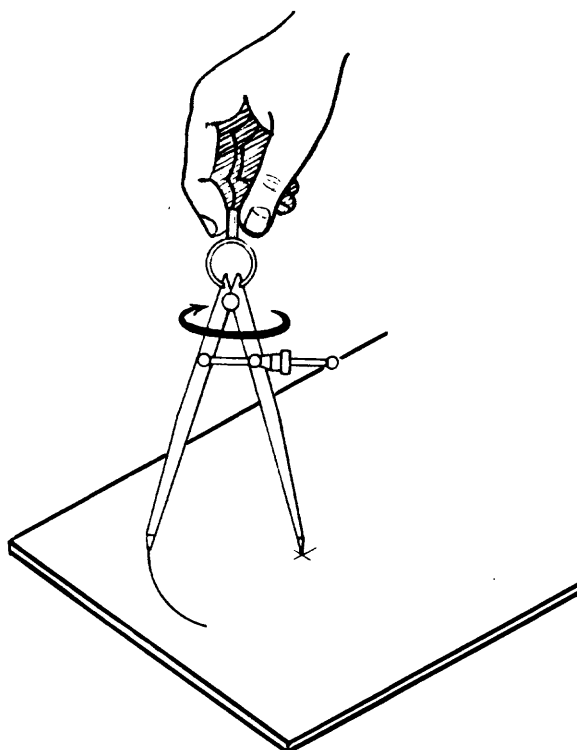

Fig. 5
- b Apoye una de las patas en el centro marcado y trace el arco de circunferencia, girando el compás en el sentido de las agujas del reloj (fig. 5).